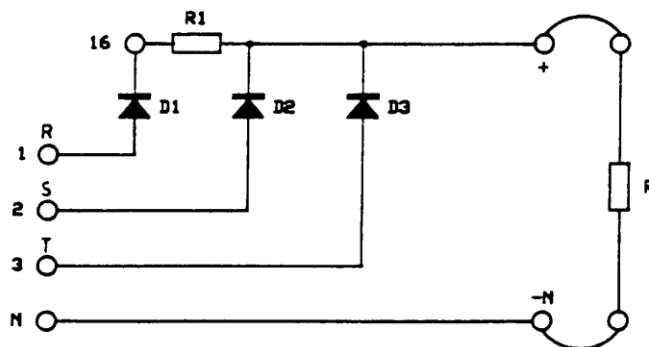

Figura 1: Conexión del rectificador trifásico de media onda con carga resistiva.
- Conecte las tres fases (**R**), (**S**), (**T**) en los puntos (**1**), (**2**) y (**3**) respectivamente y el neutro al punto (**N**), como se indica en la Figura 1.
- Conecte la carga **R** como se muestra en la Figura 1.